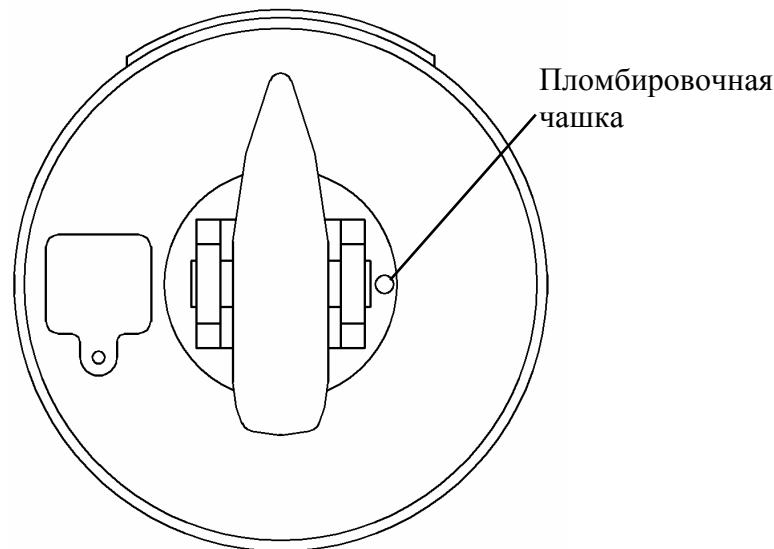

Рис. 16.1 - Место нанесения оттиска поверительного клейма.
- нанести на весы оттиск поверительного клейма (см. Рис. 16.1).